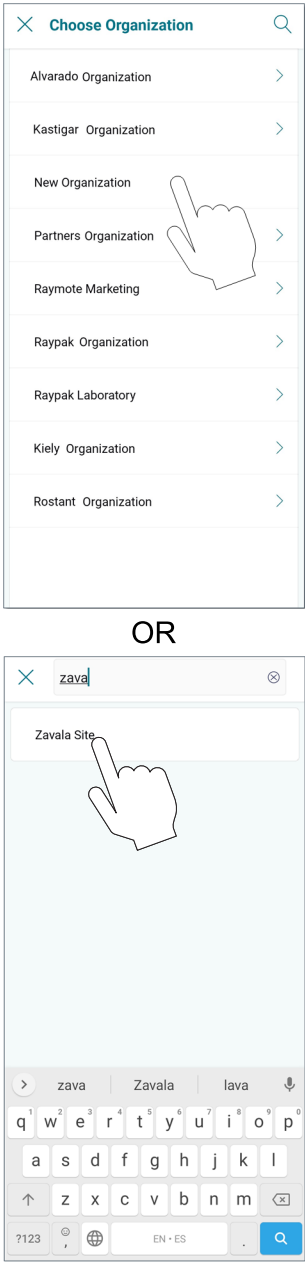

Figure 120. Choix de l'organisation
- 4. L'écran « Choose organization » (Choisir une organisation) s'affiche et présente toutes les organisations disponibles. Parcourez la liste des sous-organisations ou utilisez l'outil de recherche pour trouver l'organisation souhaitée. Voir **Figure 120**.